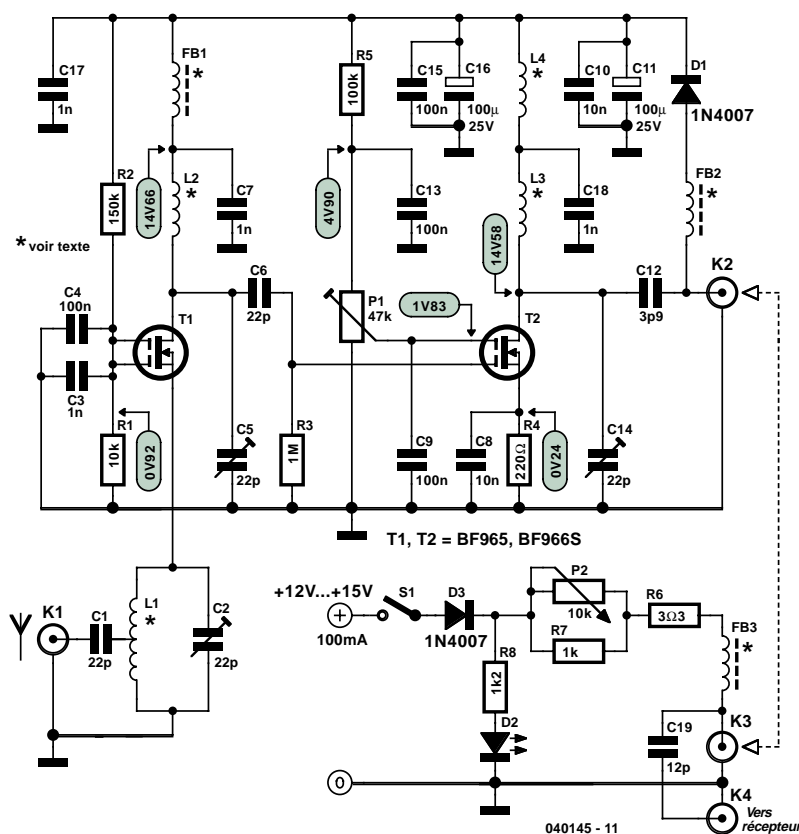

Figure 1. Schéma du préamplificateur bi-étage pour récepteurs VHF FM.
Le concept utilisé ici se targue de coupler les caractéristiques importantes suivantes : bruit faible (1 dB environ), gain élevé (jusqu'à 40 dB) et bonne insensibilité aux produits d'intermodulation. Cet amplificateur n'en est pas moins peu coûteux et facile à réaliser. Le schéma de la figure 1 dévoile son secret : des FET MOS double grille (DG) aux positions stratégiques T1 et T2. Le premier, T1, est configuré principalement pour un niveau de bruit faible et une bonne adaptation d'antenne, T2 fournissant lui un gain important. Contrairement aux habitudes, le signal d'antenne attaque T1 par sa source (S),